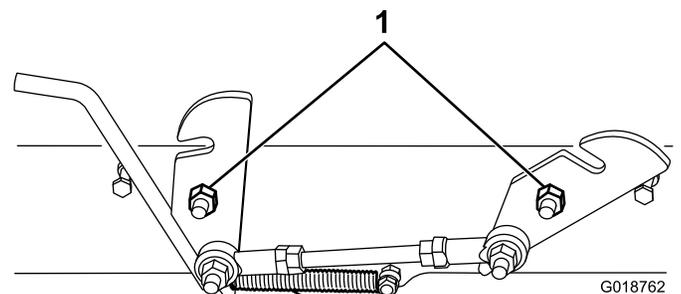

Figura 1
1. Agganciate la molla al fermo (Figura 1).